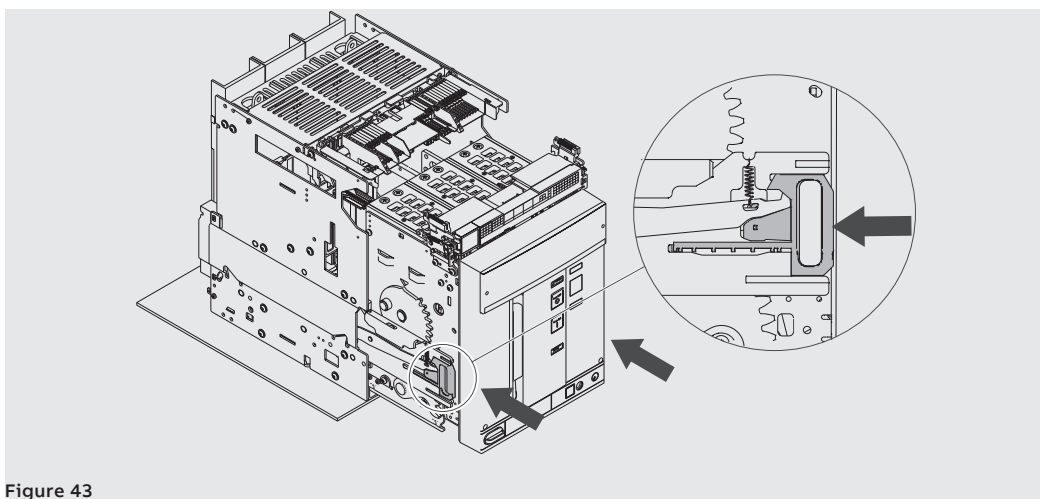

Figure 43
7. Saisir les leviers des glissières de la partie fixe et les pousser jusqu'à ce que la partie mobile arrive en butée. Voir Figure 43.